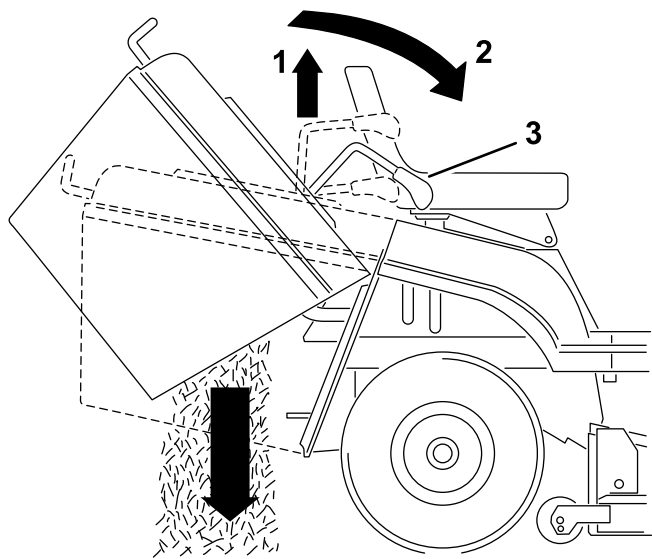

Figure 17
2. Sortez le levier de vidage télescopique et poussez-le en avant et vers le bas pour vider le bac à herbe (Figure 17).